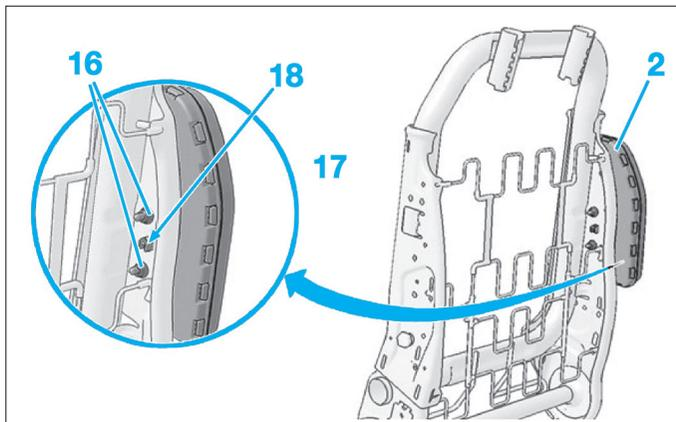
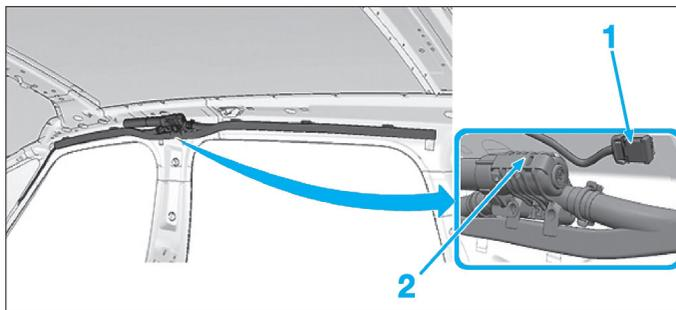
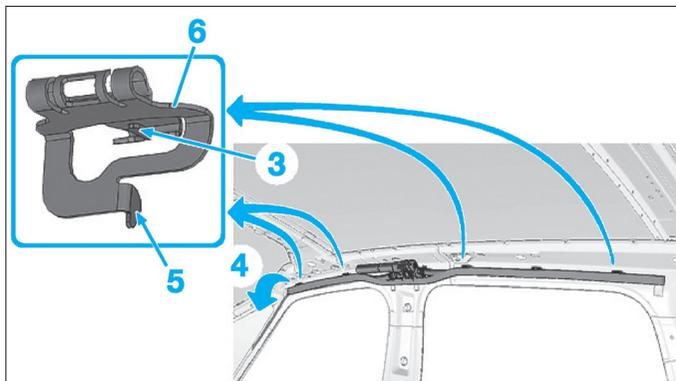
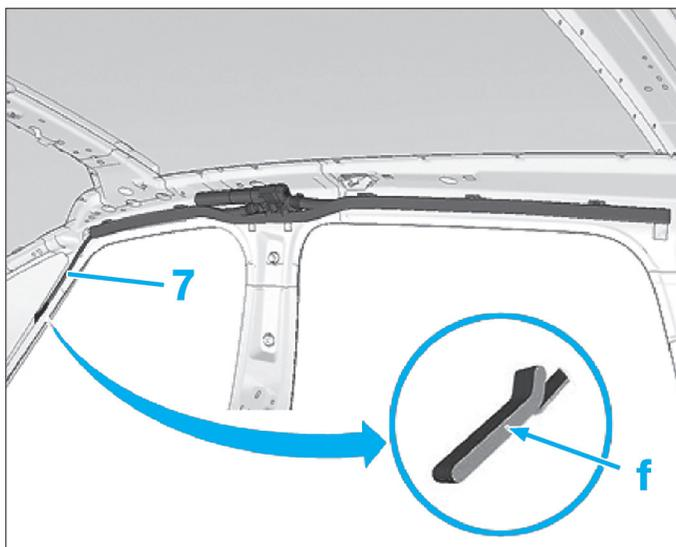

Fig. 15
Fig. 16
Fig. 17
Fig. 18
- Déposer les écrous (16) (Fig.15).
- Dégrafer le coussin gonflable (17) en (18).
- Déposer le coussin gonflable (17).
- Serrer les écrous (16) à de fixation de l'airbag au couple de serrage prescrit.
- Déverrouiller et débrancher les connecteurs en (1) (Fig.16).
- Débrancher le fil de masse en (2).
- Appuyer en (3) à l'aide d'un tournevis de 4 mm de largeur pour faire pivoter suivant (4) et dégager l'index (5) (Fig.17).
- Dégrafer les entretoises (6).
- Retirer l'extrémité (7) (Fig.18).